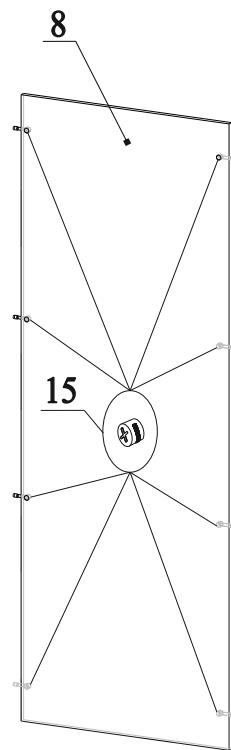

Рис.7
14. В отверстия на детали 8 вставить эксцентрики 15 стрелками к торцевым отверстиям (рис.7);
15. В торцы детали 9 вставить шканты 22 (рис.7);